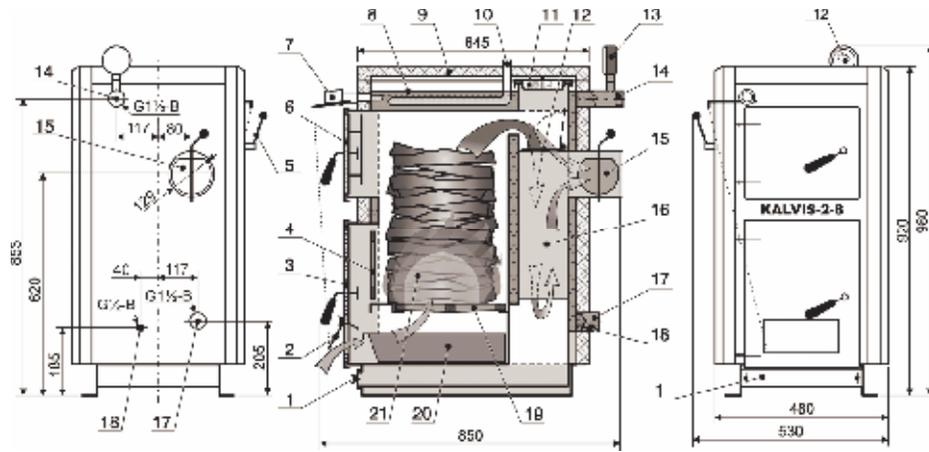

Рис. 1
Корпус котла, сваренный из стального листа, имеет емкости воды, в которых нагревается вода (см. рис. 1). Толщина стенок внутренней части корпуса 6 мм, внешней части – 3 мм. Снаружи котел покрыт декоративными термоизоляционными щитами. В передней части котла устанавливается регулятор тяги (п.7), управляющий заслонкой подачи воздуха (п.2), термоманометр (п.13), дверцы топki (п.3), за которыми расположены чугунные дверцы (п.4). Камера загрузки топлива закрывается дверцами (п.6). Внутри корпуса смонтирована заслонка розжига (п.12), открывающая путь дыму прямо в дымовую трубу, используется при розжиге котла или при пополнении топливом. Воздух, необходимый для горения, подается через колосники (п.19). Сверху, под снимаемым декоративным щитом (п.9), имеется крышка обслуживания (п.11) для чистки внутренних поверхностей котла.
С этой целью в корпус котла вмонтирован змеевик охлаждения (п.10, рис. 1), протекающая через который холодная вода уносит избыточное тепло и защищает котел от перегрева.
5.2. Топка котла (рис.1)